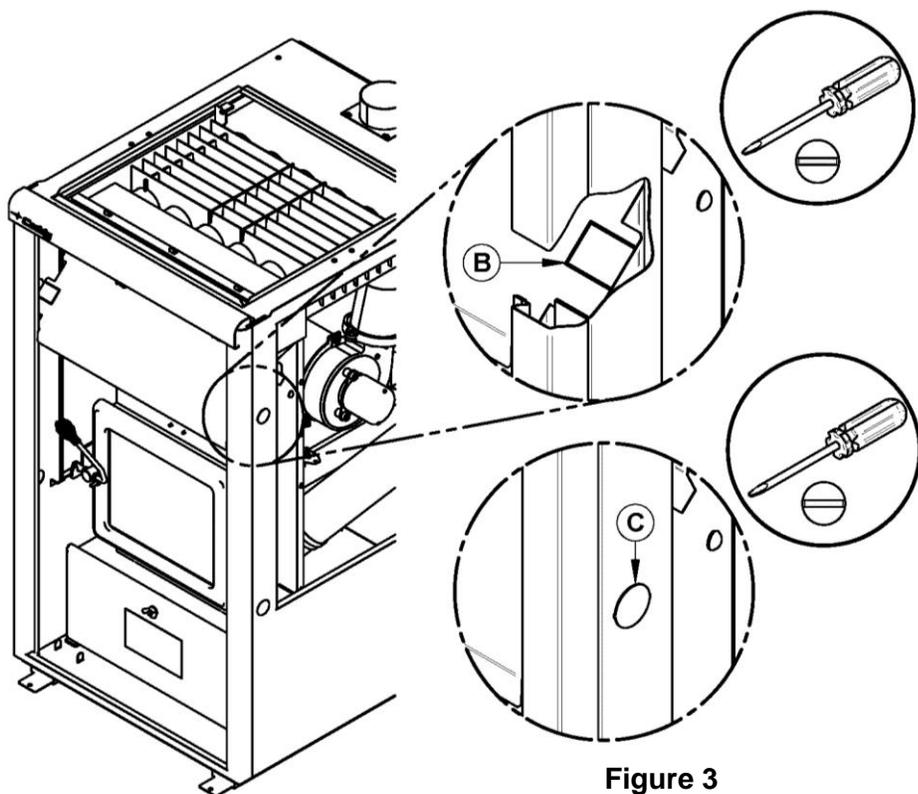
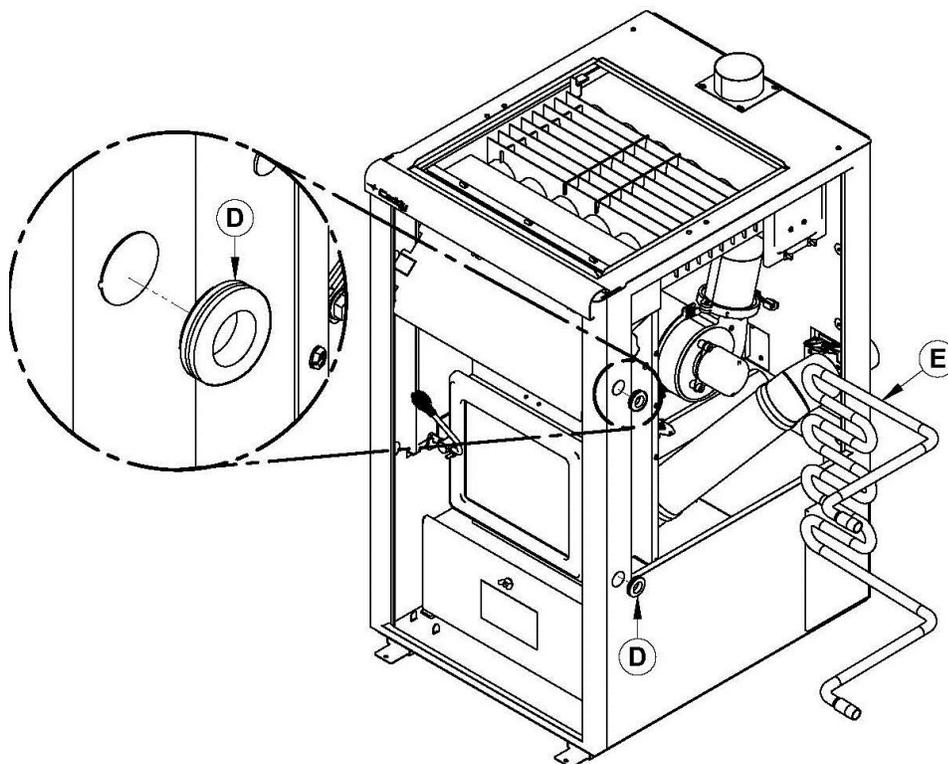

Figure 3
Figure 4
Étape 3 : Si vous installez l'option du côté droit de la fournaise, enlevez les embosses détachables **(B)** et **(C)** à l'aide d'un tournevis tel qu'illustré à la **Figure 3**. Vous devez installer les grommets* à l'endroit où étaient les embosses (voir **Figure 4**).
Si vous installez l'option du côté gauche de la fournaise, enlevez les embosses détachables équivalents à **(C)** et **(B)**, mais du côté gauche à l'aide d'un tournevis tel qu'illustré à la **Figure 4**.
Étape 4 : Placez le serpentin à l'intérieur de la fournaise derrière la chambre à combustion. Lors du positionnement, faites attention à la couette de fils (coupez le collet de plastique ajustable au besoin pour éviter de défaire les connexions). Il est important de positionner les extrémités du serpentin à travers des trous créés à l'**Étape 3** (lors de l'enlèvement des embosses détachables). L'extrémité supérieure du serpentin doit passer à travers deux trous (les emplacements **(B)** et **(C)**) (voir **Figure 3**).